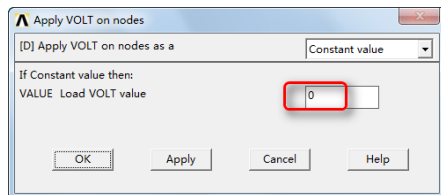
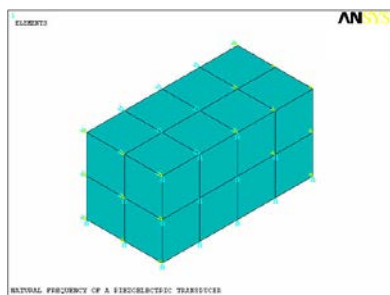

图 10-32 “Apply VOLT on nodes”对话框
图 10-33 电压载荷约束施加后结果显示
⑩施加电压载荷约束: Main Menu > Solution > Define Loads > Apply > Electric > Boundary > Voltage > On Nodes, 弹出一个拾取框, 单击“Pick All”按钮, 弹出如图 10-32 所示的“Apply VOLT on nodes”对话框, 在输入栏中输入 0, 单击“OK”按钮。
⑫施加电压载荷约束：Main Menu > Solution > Define Loads > Apply > Electric > Boundary > Voltage > On Nodes，弹出一个拾取框，单击“Pick All”按钮，弹出如图 10-32 所示的对话框，在文本框中输入 0，单击“OK”按钮。生成的结果如图 10-33 所示。